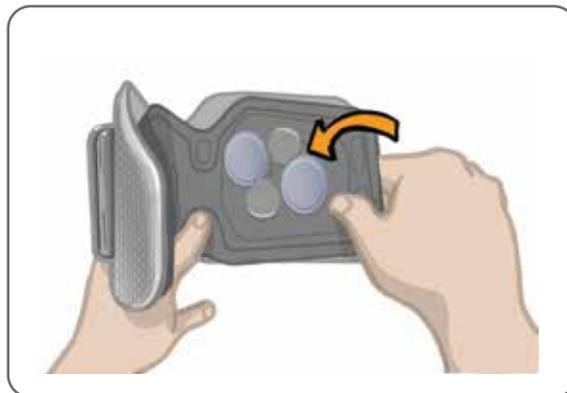

Ilustración 6-5: Retirada del panel personal
1. Saque el panel personal de la banda de la parte inferior de la pierna. Consulte la ilustración 6-5.